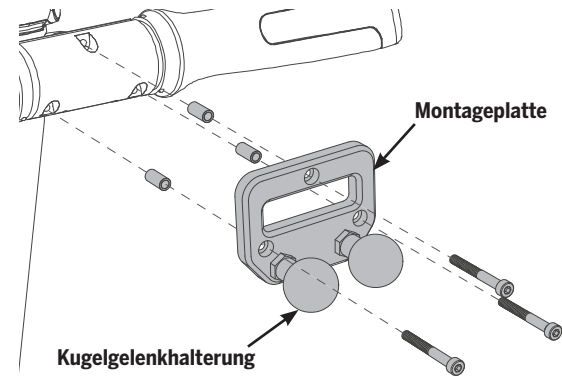

Abbildung 16. Installation der Montageplatte für Lenkstangenzubehör
4. Montieren Sie die Montageplatte mit drei 35-mm-Befestigungen und drei Abstandshaltern wie in **Abbildung 16** gezeigt am Lenkrad. Ziehen Sie die Befestigungen mit einem Anzugsmoment von **11,0 Nm (8,1 ft-lbf)** fest.